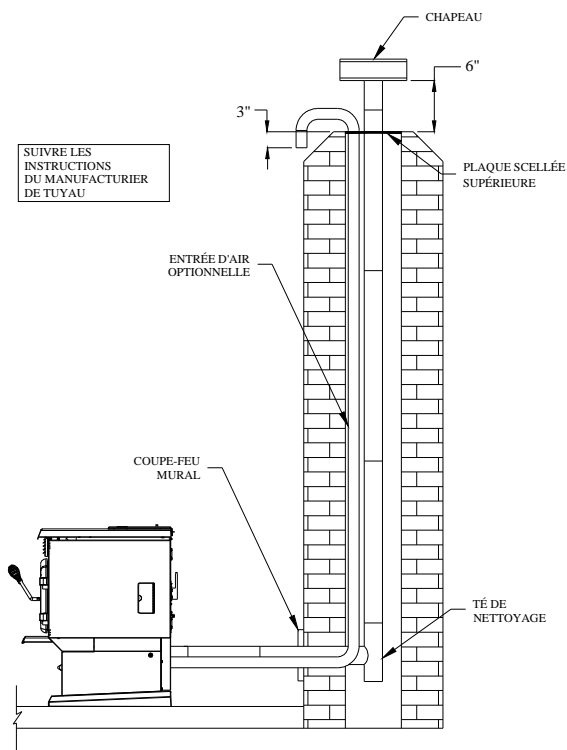

Figure 13
4. Installez un "té" dans la partie inférieure du tuyau d'évacuation jusqu'à ce que le centre de la buse de raccordement du "té" soit aligné avec le centre du trou dans la maçonnerie, tel que montré à la figure 13.